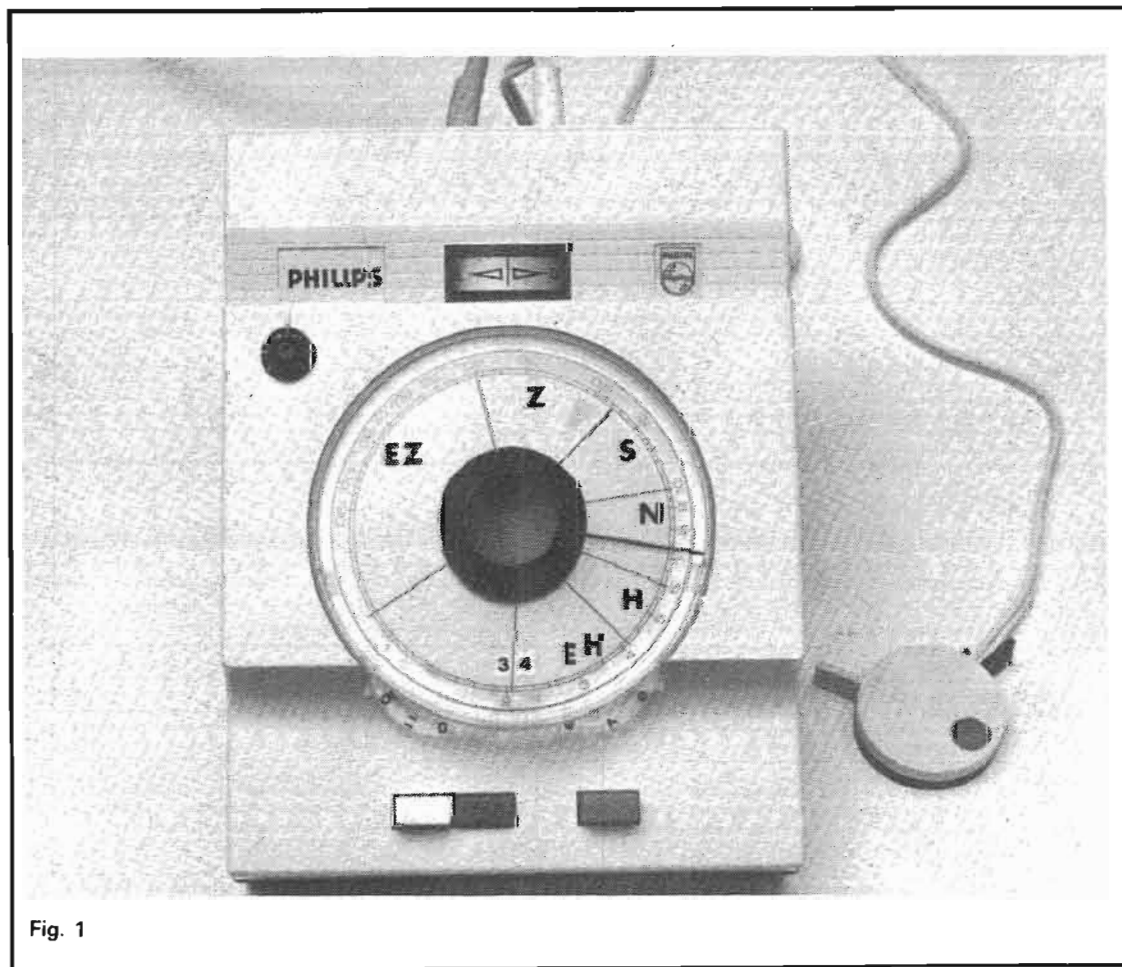

Fig. 1
L'appareil fonctionnel et élégant, ce qui ne gêne rien, se présente dans un boîtier plastique bicolore noir et gris (fig. 1) dont les dimensions sont : L 160 x P 210 x H 85 mm. Celui-ci peut être utilisé soit à plat, 4 pieds antidérapants sont prévus à cet effet, soit accroché au mur à l'aide de deux boutons correspondantes.
la photographie de la figure 1 : 34 secondes.
A la partie inférieure du PDT 022 est fixé un clavier pourvu de 3 boutons (15). La touche blanche située à gauche allume l'agrandisseur et met hors service l'éclairage de la chambre noire. Il permet en outre la mesure de la lumière de l'image projetée à l'aide de la cellule C.d.S qui se trouve dans le petit boîtier rond situé à droite du posemètre, sur la photo de la figure 1.
Tourner alors le gros bouton central et amener l'aiguille noire sur la valeur trouvée. Si l'on se reporte à la figure 1, la valeur lue est de 34 secondes, il faudra donc placer la grande aiguille noire sur le chiffre 34. En-dessous de celle-ci on peut alors lire la gradation du papier à utiliser, selon le code indiqué précédemment. Il est bon de noter que la durée d'exposition pour la gradation de papier indiquée est déterminée d'une part par la position des 2 molettes et d'autre part par la position de la grande aiguille qui est couplée au réglage du temps. Ceci permet de corriger automatiquement les différences de sensibilité entre les diverses gradations des papiers. Ne plus retoucher à ces réglages.